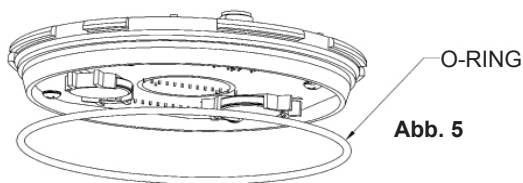

Abb. 5
4. Wie in Abb. 5 angegeben den O-Ring am Elektronikmodul anbringen. Die Sensorbuchse korrekt ausrichten. Das Modul behutsam in die Zählerabdeckung drücken.